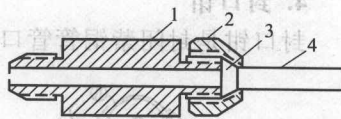

图 1-12 螺纹连接示意图
(1) 管子的翻边方法 在制冷设备维修过程中, 常常会遇到管路连接问题, 如: 空调器室内机和室外机的连接, 充注制冷剂时钢瓶和制冷系统的连接, 抽真空时真空泵和系统的连接等, 这时采用的就是螺纹连接。这种连接方法的特点是操作方便, 便于维修。螺纹连接的示意图如图 1-12。